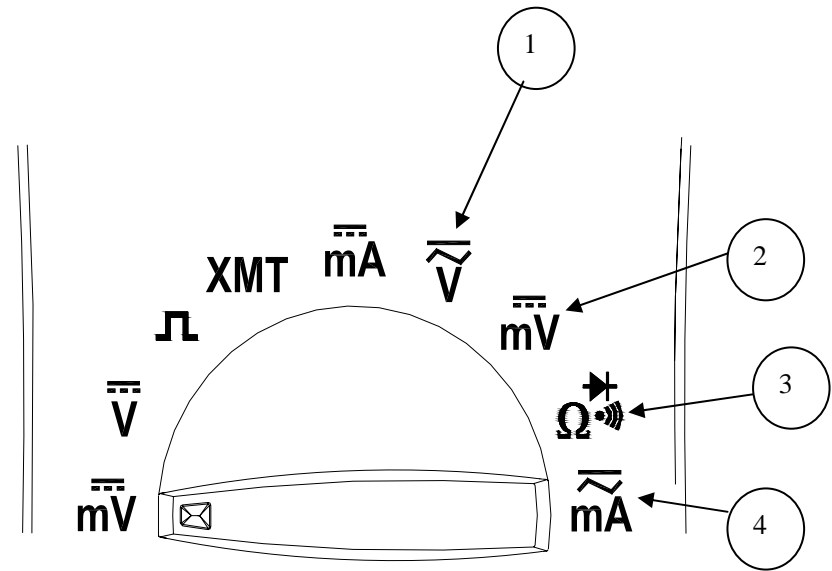

图 3. 测量时旋钮开关的位置
- 图3 和表3 说明旋钮开关在后面四个位置上仪表的测量功能。